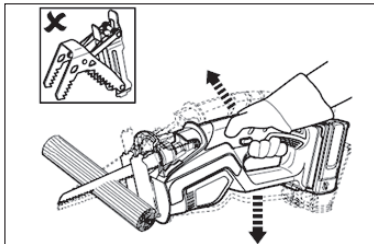

Fig. 18
4. Déplacez l'appareil dans un mouvement de balancier, de cette façon la lame traverse la pièce avec le même débit (Fig. 18).